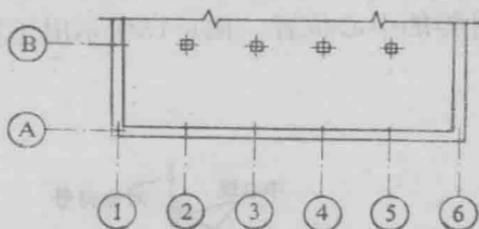

图1-11
(1) 定位轴线:采用细点划线绘制,用以表示建筑物的主要结构或物体的位置,亦可作为标志尺寸的基线。定位轴线一般应编号(见图1-11):水平方向的编号采用阿拉伯数字,由左向右依次注写;竖直方向的编号采用大写汉语拼音字母,由下而上顺序注写。轴线编号一般注写在图面的下方及